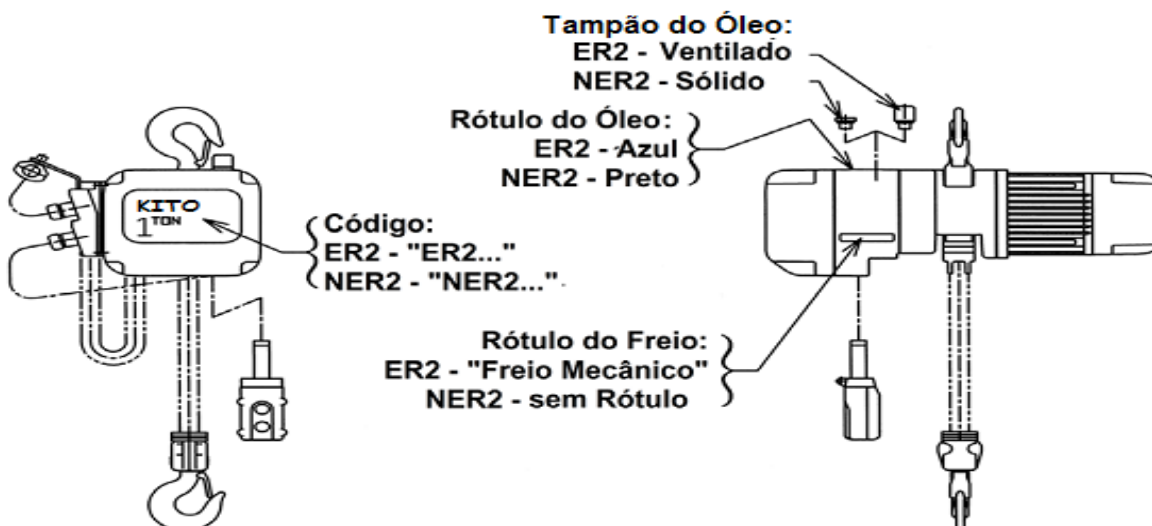

Figura 2-1 Identificando os Modelos ER e NER
2.1.2 Modelos ER e NER – A série ER de talhas KITO compreende duas versões, ER e NER. Essas duas versões diferem pela presença de um freio de carga mecânico como acessório padrão. Os modelos ER são equipados com uma combinação de freio de carga mecânico e embreagem de fricção, enquanto os modelos NER possuem um mecanismo de embreagem de fricção que protege contra o enrolamento excessivo. A Figura 2-1 mostra as diferenças visuais entre os modelos ER e NER.